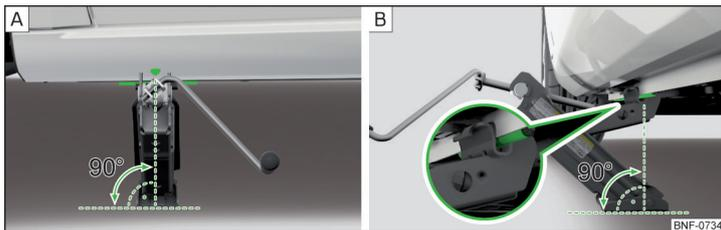

Fig. 155 Colocar el gato
- » Apoye la placa de base del gato con toda la superficie en un suelo recto de la manera que el gato se encuentra en posición vertical respecto a la travesa de toma » **fig. 155 - [A]**.
- » Gire el gato con la manivela hacia arriba hasta que la garra se encuentre en el larguero » **fig. 155 - [B]**.